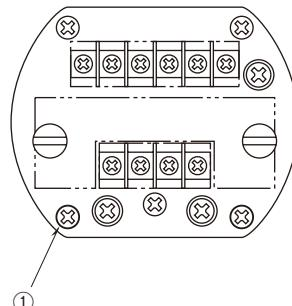

図 1
- (1) 図 1 の下側の 2 個の皿ねじ①を取外します。